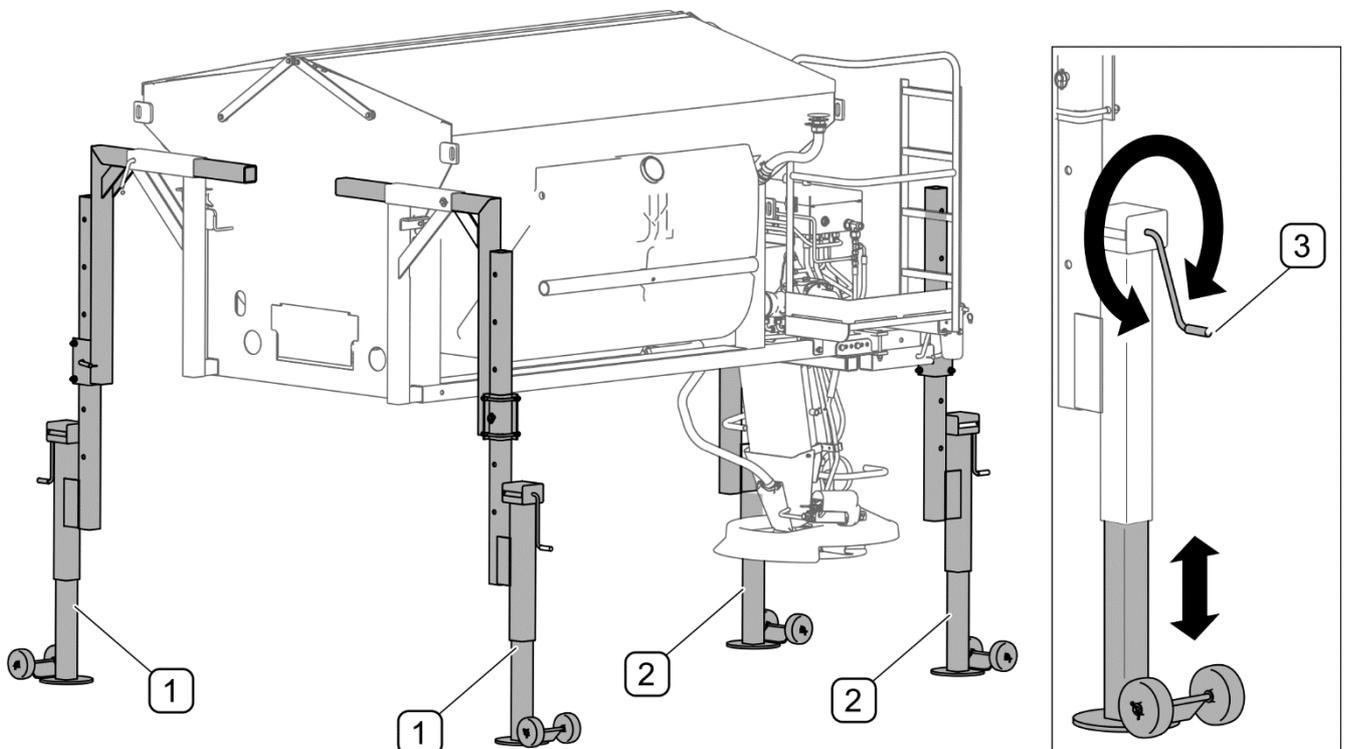

ABBILDUNG 4.1 Stützfüße (Option)
(1) - vorderer Stützfuß; (2) - hinterer Stützfuß; (3) - Mechanismus für die Höheneinstellung
Wenn die Streumaschine mit einstellbaren Stützfüßen (ABBILDUNG 4.1) ausgerüstet ist, müssen diese entsprechend der Höhe der Ladeplattform des Trägerfahrzeugs eingestellt werden. Zur Einstellung dient der Kurbelmechanismus (3).
- Die Maschine auf die Ladeplattform des Trägerfahrzeugs absenken, indem nacheinander die Stützfüße mithilfe des Mechanismus zur Höheneinstellung (3) (ABBILDUNG 4.1) angehoben werden.